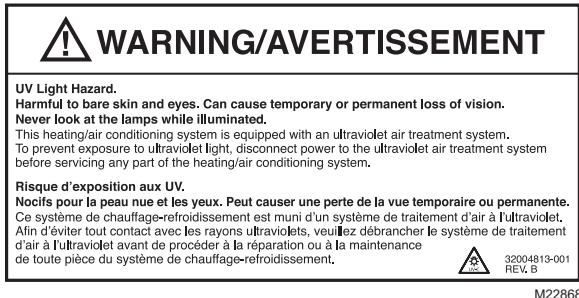

Fig. 10. Étiquette d'avertissement sur la maintenance du système à rayons UV.
- Apposer l'étiquette d'avertissement sur la maintenance du système de CVCA (à l'emplacement choisi à l'étape 16); il peut s'agir de la porte d'accès au système de chauffage, au filtre à air électronique ou à l'humidificateur. Voir la Fig. 10.